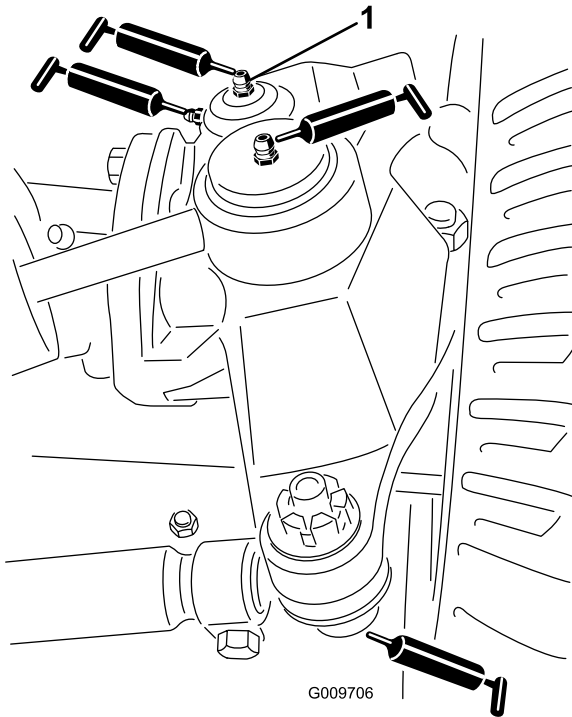

Bild 45
- Lenkzylinder-Kugelgelenke (2) (Bild 45)
- Spurstangen-Kugelgelenke (2) (Bild 45)
- Achsschenkelbüchsen (2) (Bild 45) **Fetten Sie das obere Anschlussstück am Achsschenkel nur einmal jährlich (2 Pumpen).**